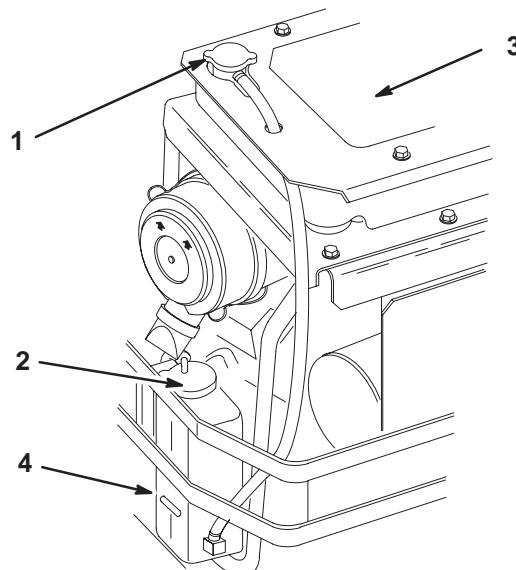

Figure 43
3. Quand le moteur a refroidi, contrôlez le niveau de la cuve de trop-plein. Le liquide doit arriver jusqu'au repère en relief sur la cuve de trop-plein (Fig. 43).
4. Si le niveau est bas, ajoutez un mélange 50/50 d'antigel longue durée/Dex-Cool[®] et d'eau dans la cuve (Fig. 43).
5. Ajoutez un mélange de refroidissement 50/50 dans la cuve de trop-plein jusqu'au trait de repère (Fig. 43).
6. Retirez les débris accumulés sur le faisceau du radiateur et sur le moteur (Fig. 43).